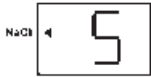

Abb. 16
9. Drücken **■** bis auf dem Display ein Buchstabe erscheint (Abb. 16).